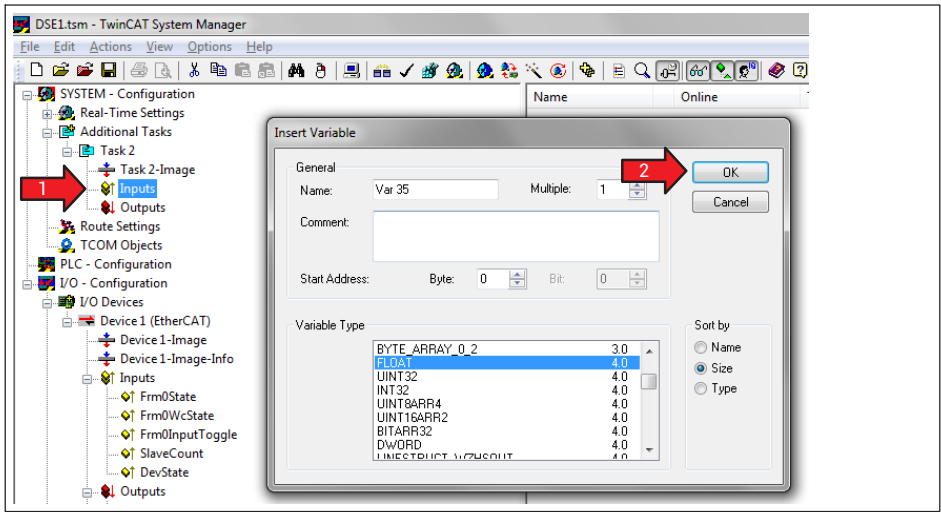

Abb. 6.21 Variable für Messwerte anlegen
- ▶ Legen Sie über das Kontextmenü (rechte Maustaste) von **Inputs** unter **Task2** eine neue Variable an (Abb. 6.21), hier eine Float-Variable für Messwerte (**Var35**).